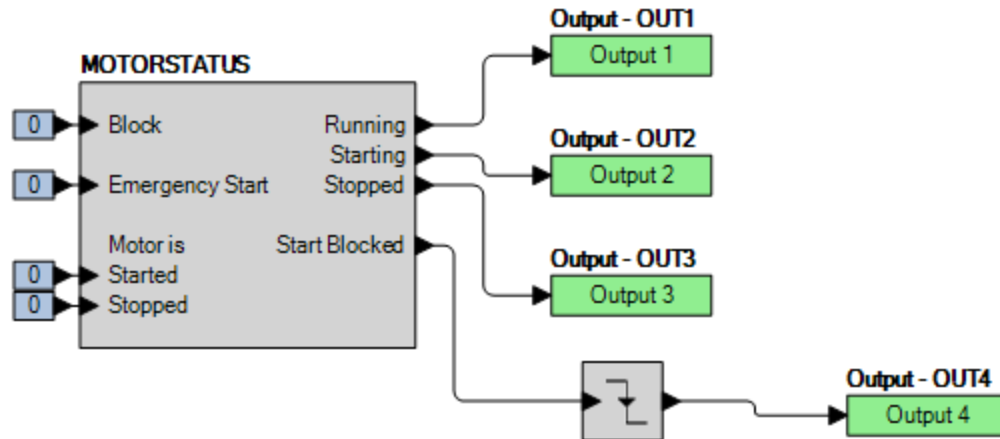

Figura 73-1. Ajustes de BESTlogicPi+us
Paso 2: Utilice BESTCOMSPi+us para configurar la Lógica programable de BESTlogicPi+us, como se muestra en la Figura 73-1.
Paso 11: Utilice BESTCOMSP*Plus* para configurar la Lógica programable de BESTlogic*Plus*, como se muestra en la Figura 73-1.
Paso 13: Conecte una fuente de corriente trifásica a los terminales D1 y D2 (IA), D3 y D4 (IB), y D5 y D6 (IC).